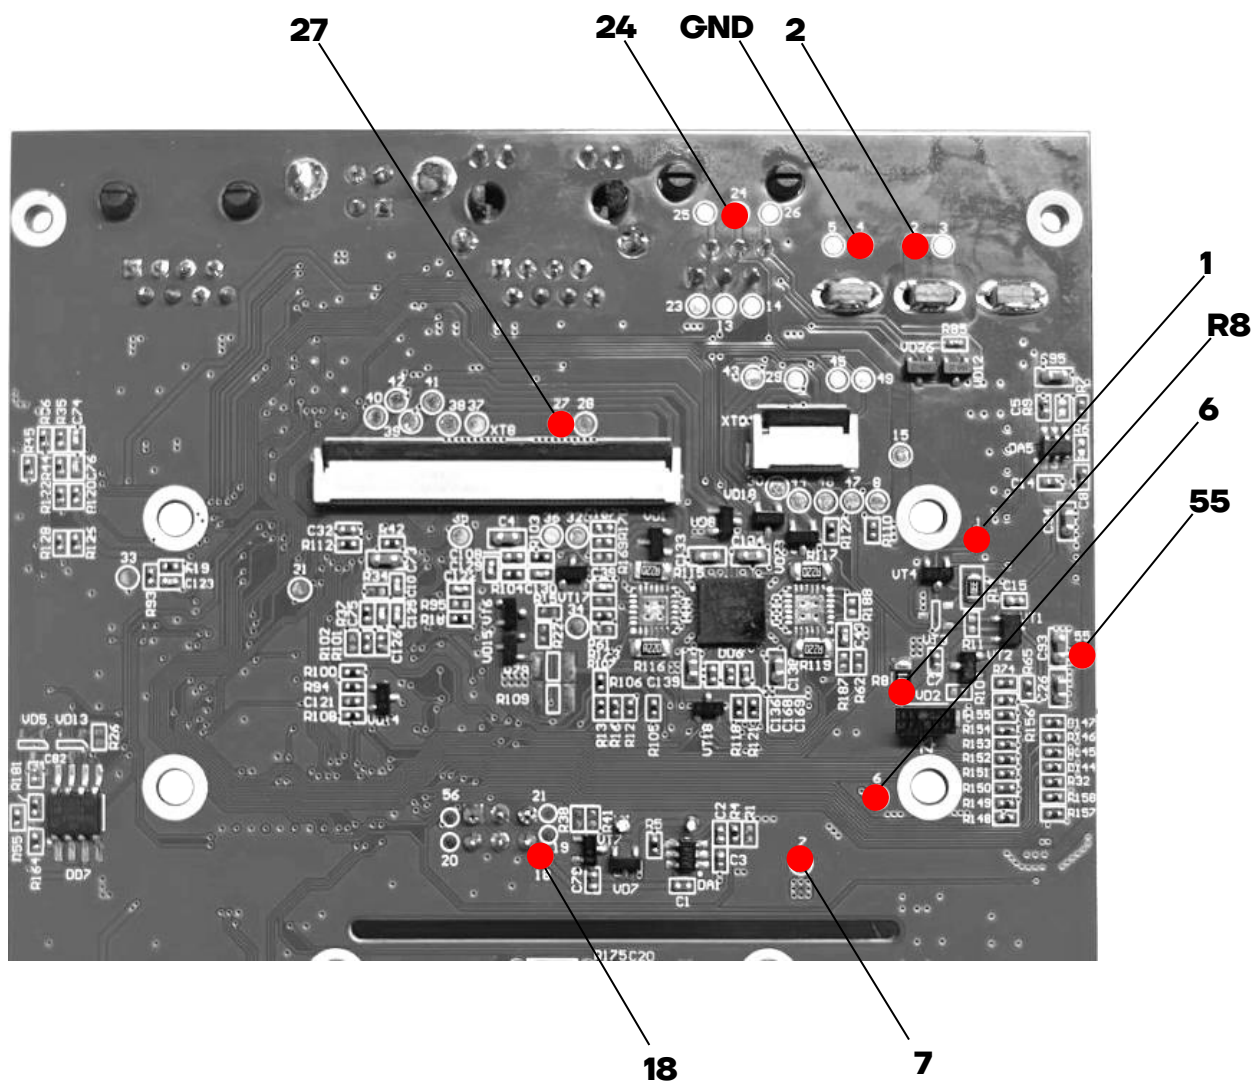

Рисунок 30. Контрольные точки блока управления изделия AL.P812.40.000 (блок управления показан неполностью)
- 2** Проверить при помощи мультиметра напряжение между контрольными точками **GND** и **2** (рисунок 30). Напряжение должно составлять **24,0 В ± 2 В**.